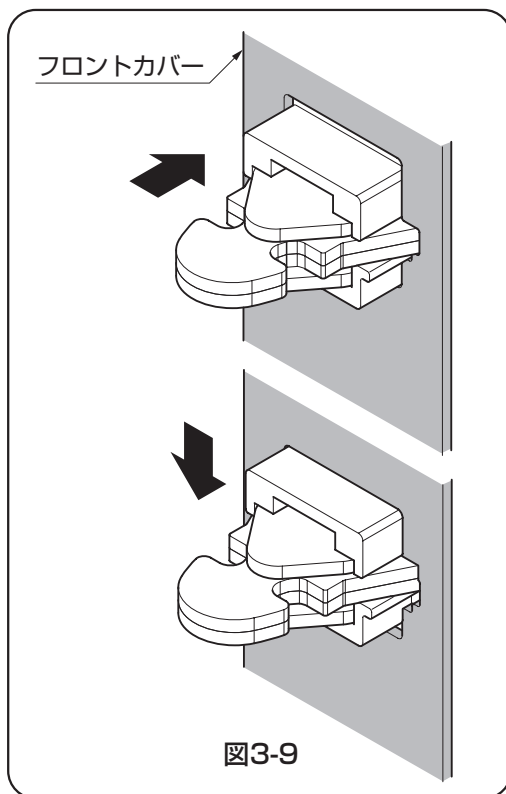

図3-9
- フロントカバーは鎌錠を差し込んだあと、下方向にずらしてからネジ固定をしてください。(図3-9参照)